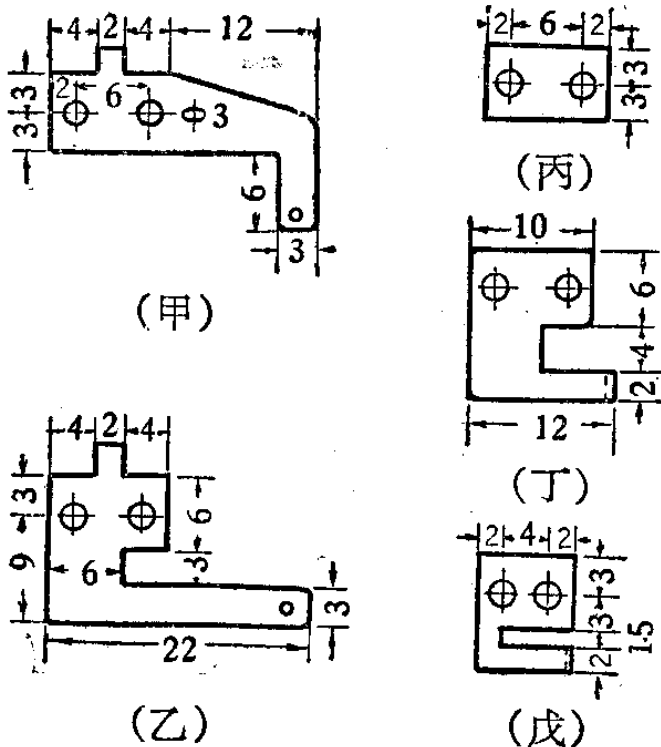

图 9-33
5. 簧片組: 整个簧片組由动簧片、靜簧片、絕緣片等組成, 如图 9-33。图中(甲)是靜簧片, 要做两片,(乙)是动簧片, 只要一片, 它們都是用弹性較好的薄磷銅皮做的, 每个簧片上都要用一小段銀絲做一个接点。这三个簧片装上底座时, 不但要与底座絕緣, 并且互相之間也要絕緣, 因此要用胶木板或层压板, 按照(丙)的尺寸做四块絕緣片, 其中两块